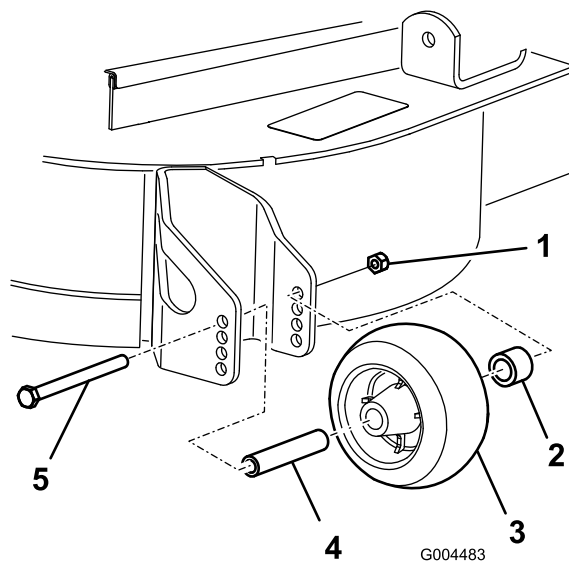

Figura 45
3. Dopo avere regolato l'altezza di taglio, regolate i rulli togliendo il dado flangiato, la boccola, il distanziale ed il bullone (Figura 45).
5. Montate il dado flangiato, la boccola, il distanziale e il bullone (Figura 45).